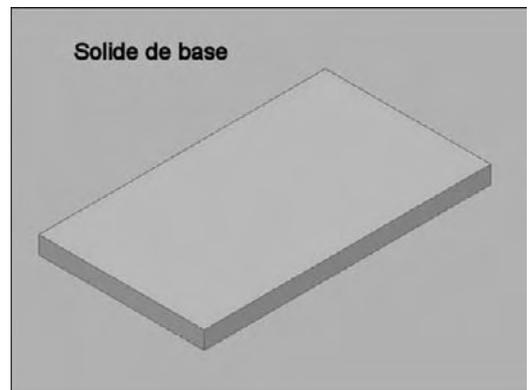

Fig.3.40
- 1 Modélisez le solide de base. Par exemple une boîte (fig.3.40).